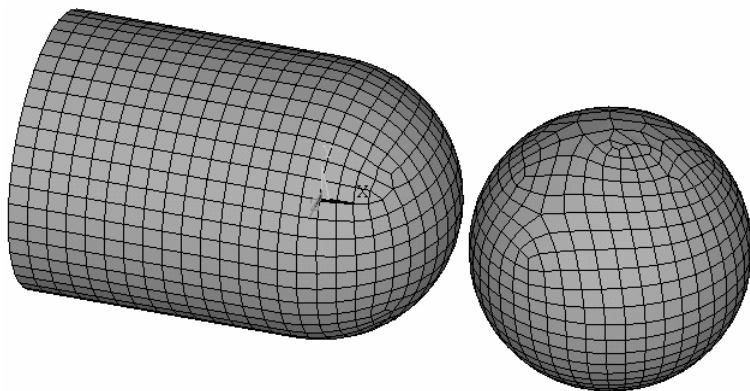

图 4-40 柱壳与球壳
(8) 依次选择 Utility Menu>PlotCtrls>Style>Colors>Reverse Video,将图形窗口的背景变为白色,以便后续操作中更清楚地观看视图(见图 4-40)。